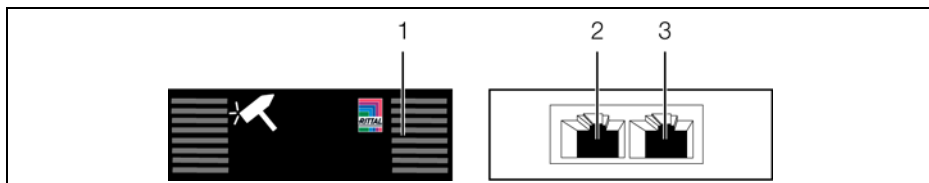

Рис. 3: Элементы индикации, штекеры и разъемы
Элементы управления и индикации показаны на рис. 3.
Обозначения на рис. 3
- Соедините датчик вандализма кабелем CAN-Bus с СМС III PU или соседними элементами в шине CAN-Bus (рис. 3, поз. 2, 3).